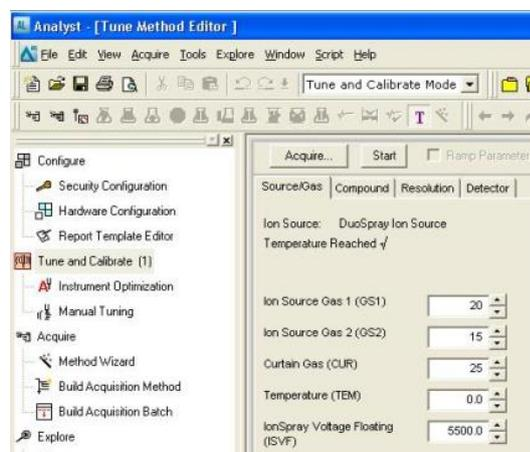

Figura 4. Tela para calibração manual (*Source/Gas*).
1.3.12. No item 2, selecione a aba *Source/Gas* (Figura 4).